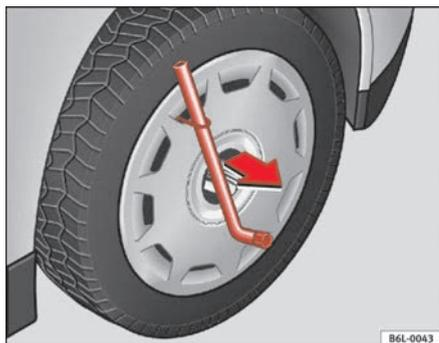

Fig. 134 Retirar o tampão
- Retire o tampão da roda com o gancho de arame. ⇒ fig. 134.